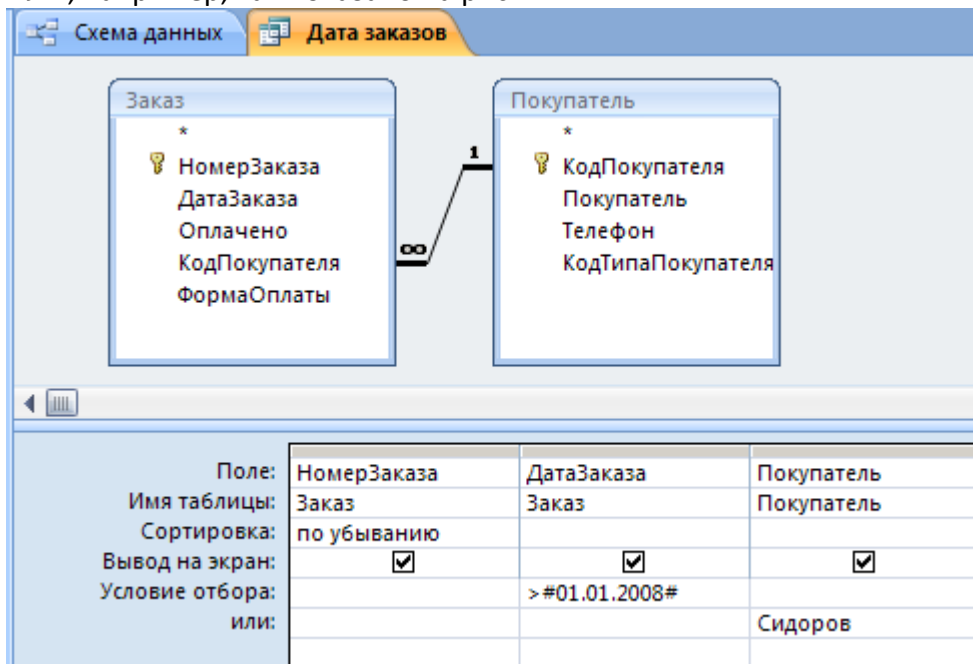

Рис.7. Условия отбора, объединенные логической операцией ИЛИ
2. Для значений своих данных сформируйте условие отбора на использование логики **ИЛИ**, например, как показано на рис.7.